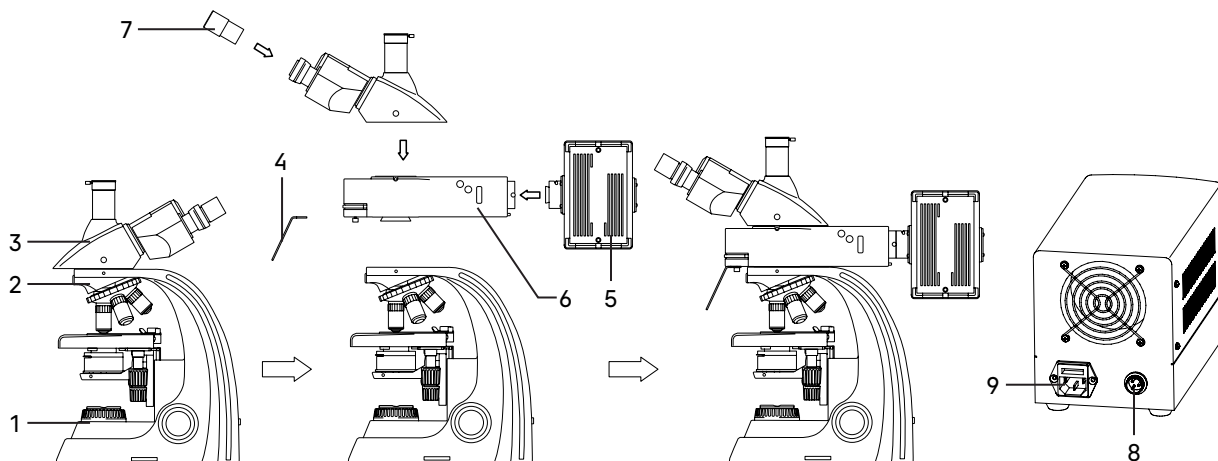

Рис. 6. Установка составных частей
Процесс установки (монтажа) показан на рис. 6.
9. Установите ртутную лампу, как показано на рис. 6б.